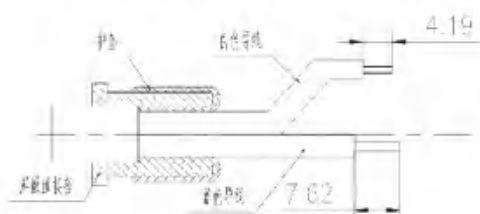

图 4.4-8
② 如图 4.4-8 所示, 在电缆护套上套上屏蔽压接套, 将屏蔽层套在屏蔽压接套上, 按图示剥开内部导线。